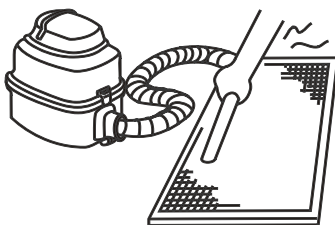

Figura 49
a. O lado da entrada de ar deve ficar voltado para cima quando se utiliza um aspirador de pó. (Consulte a Figura 49)